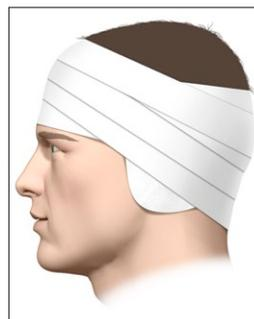

Fig. 23 : Pansement compressif
2. Appliquez un pansement compressif pendant au moins 24 heures (*Fig. 23*).